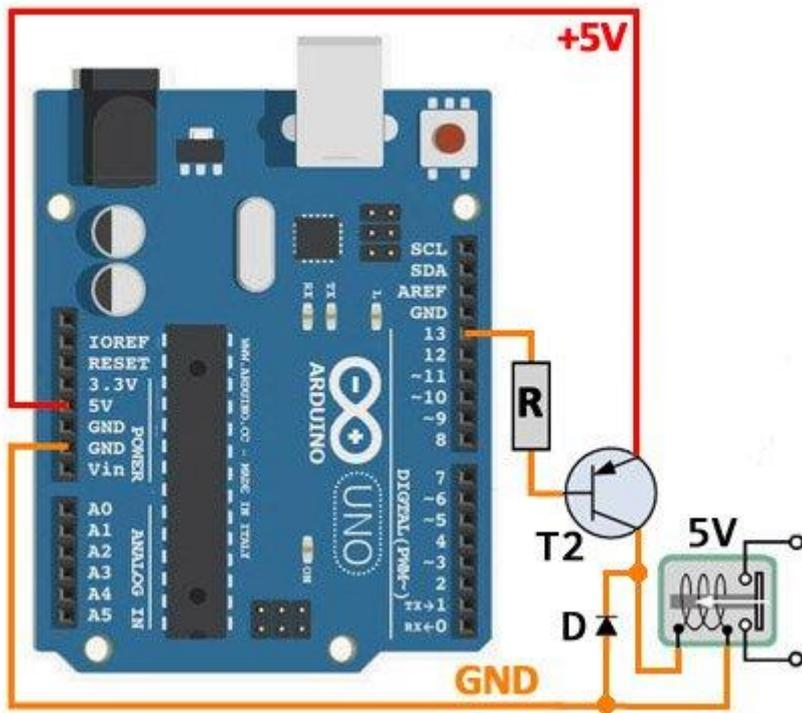

figura 3
**Secondo caso:** vogliamo che il relè scatti quando sul pin di uscita, che anche in questo caso è il numero 13, è presente un livello L. Per ottenere questo tipo di funzionamento occorre utilizzare un transistor pnp, come il BC557 o equivalenti. Lo schema diventa quello della figura 3. Il relè si trova sul circuito di collettore del transistor T2: quando il pin 13 passa a livello L, attraverso la resistenza R porta in conduzione il transistor e quindi fa scattare il relè. Anche in questo caso, naturalmente, il relè deve avere una bobina a 5 V, bypassata dal solito diodo D. La resistenza R può avere lo stesso valore del caso precedente. Il transistor BC557, come già detto per il BC547,